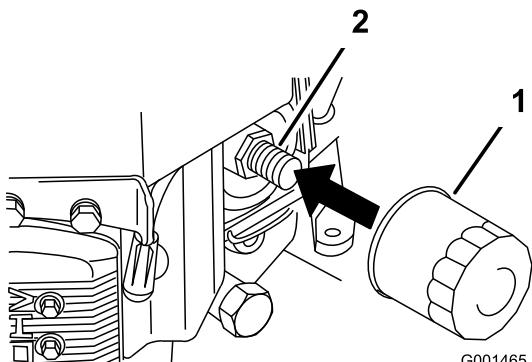

Bild 38
2. Entfernen Sie den alten Filter (Bild 38).
3. Ölen Sie die Gummidichtung am Ersatzfilter leicht mit Frischöl ein (Bild 38).
4. Montieren Sie den Ersatzölfilter am Filterstutzen. Drehen Sie den Ölfilter nach rechts, bis die Gummidichtung den Filterstutzen berührt. Ziehen Sie den Filter dann um eine weitere 3/4 Drehung fest (Bild 38).